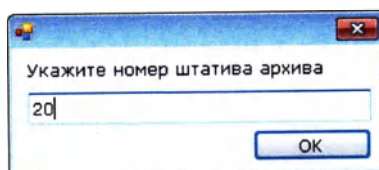

Рисунок 13.23
4. В открывшемся диалоговом окне введите номер штатива и нажмите кнопку «Ок» (Рисунок 13.23):